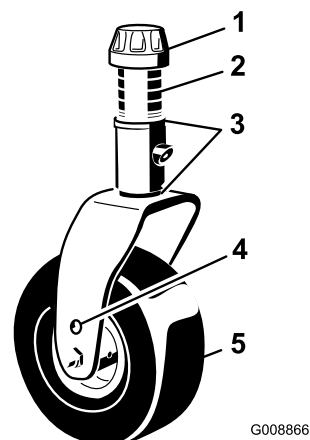

Figura 121
1. Togliete il tappo tenditore dall'asse del fusello ed estraete il fusello dal braccio della ruota orientabile (Figura 121).